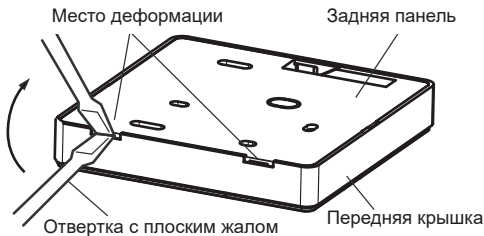

Рис. 5
1. Для снятия задней панели вставьте в указанное место в нижней части корпуса пульта отвертку с плоским жалом и поверните ее. Обратите внимание на направление вращения, в противном случае можно повредить заднюю панель! (Рис. 5)